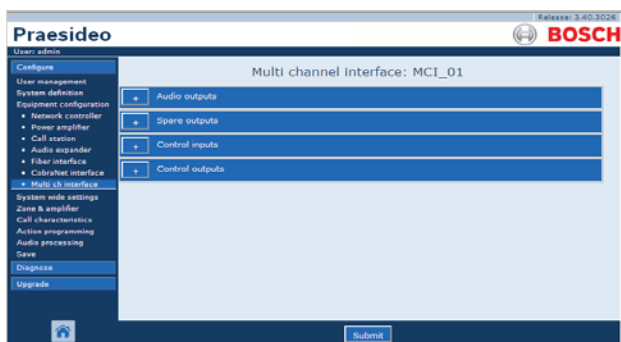

рисунок 44.22: Конфигурирование многоканального интерфейса, шаг 2
- 2 Щелкните на названии многоканального интерфейса, который должен быть сконфигурирован. В основной части веб-интерфейса откроется экран, подобный экрану, приведенному на рисунок 44.22.